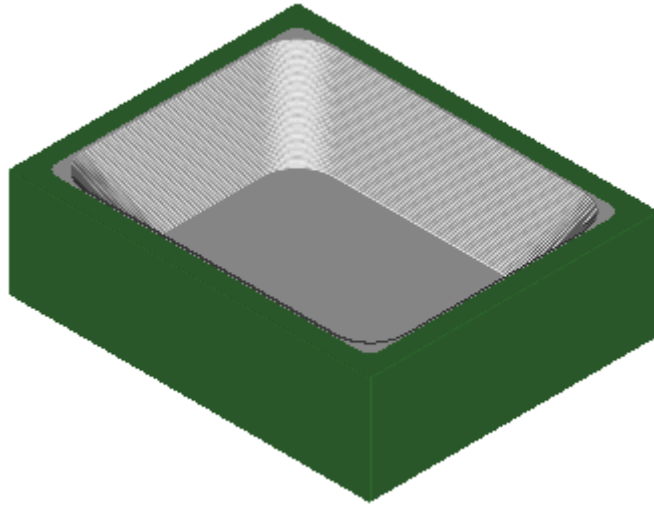

图 5-60
- 单击 , 选择如图 5-60 所示的操作子类型和父节点。